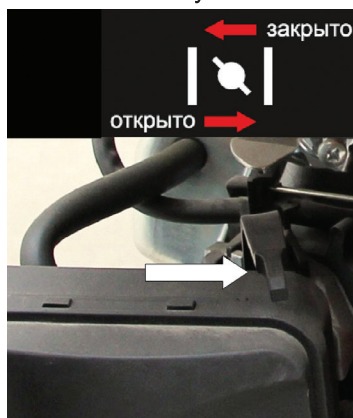

Рис. 13
5. После прогрева двигателя плавно переведите рычаг воздушной заслонки в положение «Открыто» (рис. 13). При повторном пуске, когда двигатель прогреет, воздушную заслонку использовать не нужно.